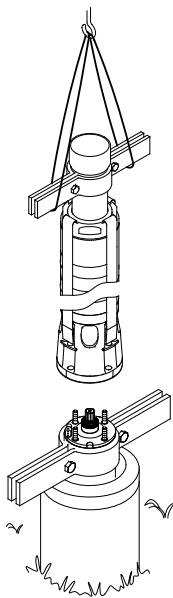

Рис. 19 Підняття насоса в потрібне положення
3. Підняти насос за допомогою тримачів для труб, вставлених у подовжувальний патрубок, див. рисунок 19.